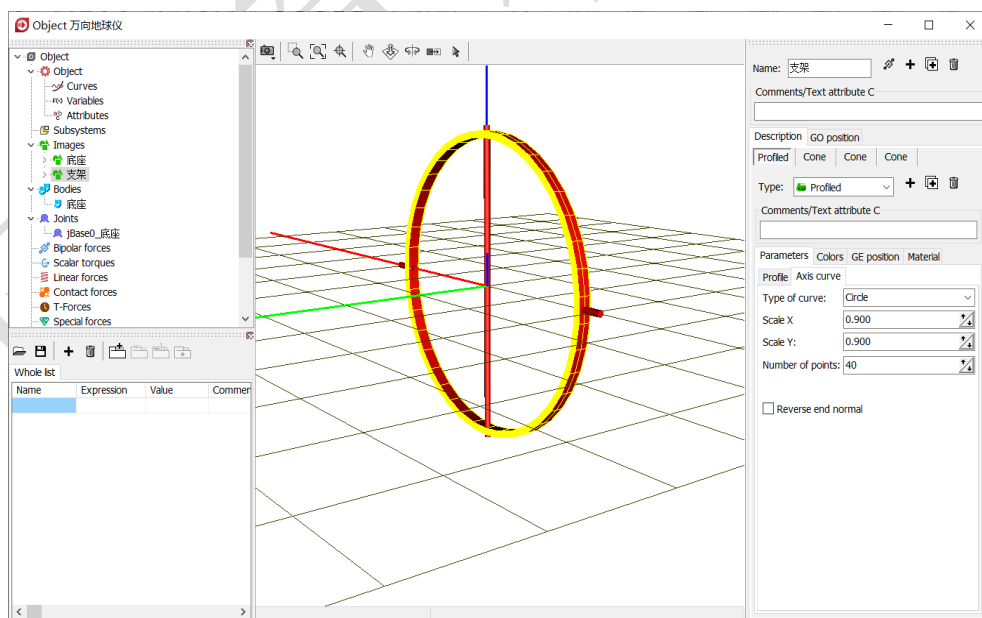

图 2-17
- 2) 这样, 我们就导入了地球仪支架的几何图形(**Images**), 如图 2-17 所示。导入几何图形的目的是增强模型可视化效果, 它并不参与动力学计算。